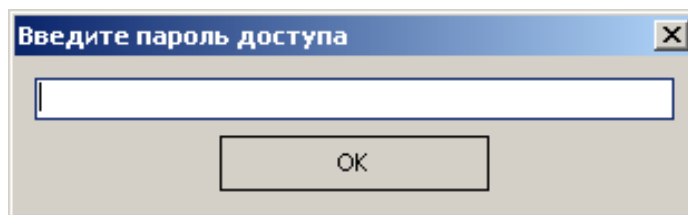

Рисунок 23
5. Нажать кнопку «Прощить». Перед Вами появится окно (Рисунок 23):